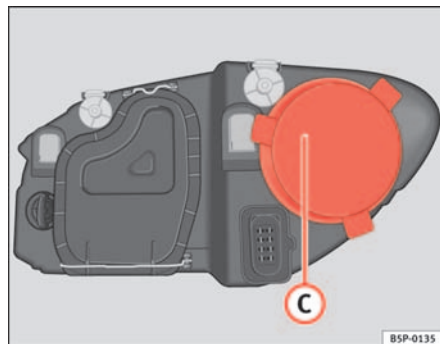

Abb. 184 Fernlicht
- Den Deckel ⇒ Abb. 184 C abziehen.